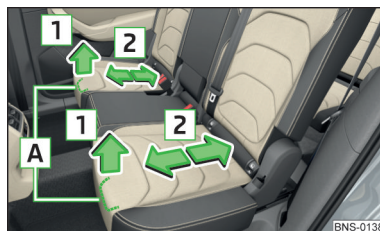

Fig. 90
- Tirar de la palanca **A** en la dirección de la flecha **1** y deslizar el asiento en la dirección deseada en la dirección de la flecha **2** » fig. 90. Después de soltar la palanca de mando tiene que encajar el enclavamiento de forma audible.